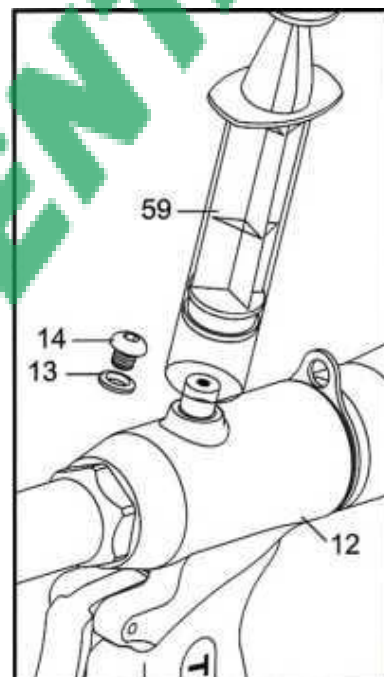

Рисунок 6
1. Подключите инструмент к системе подачи сжатого воздуха, дважды нажмите спусковой курок (30), чтобы переместить внутренний масляный поршень и узел воздушного поршня.
3. Установите поршень шприца (59) в крайнее нижнее положение, а затем погрузите шприц (59) в новое гидравлическое масло и медленно потяните поршень назад, чтобы набрать новое гидравлическое масло около 25 мл в цилиндре шприца (59). Убедитесь, что шприц (59) не содержит воздушных пузырьков в набранном масле. (Рис.6)
4. Аккуратно открутите масляный винт (14) и снимите уплотнительную шайбу (13).
5. Аккуратно поверните, чтобы плотно зафиксировать шприц с гидравлическим маслом (59) в отверстии для заливки масла (12).
6. Надавите поршень шприца (59) вперед, чтобы нагнетать масло до тех пор, пока поршень не сможет двигаться. Вытрите пролитое масло, если оно есть.
8. Вставьте уплотнительную шайбу (13) и плотно затяните масляный винт (14).